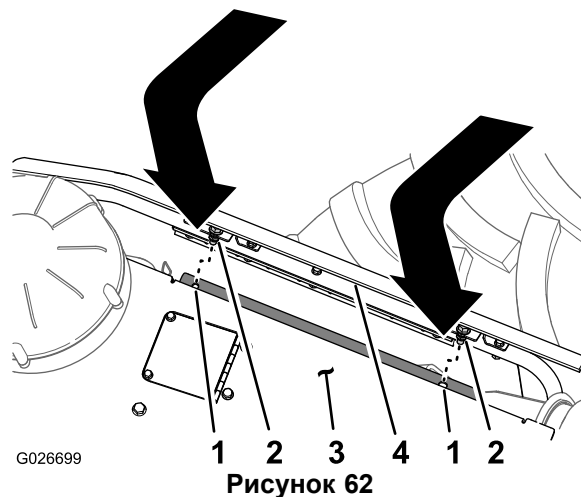

Рисунок 62
2. Совместите крепежный болт в верхней части боковой панели с отверстием в опорном фланце панели капота (Рисунок 62).